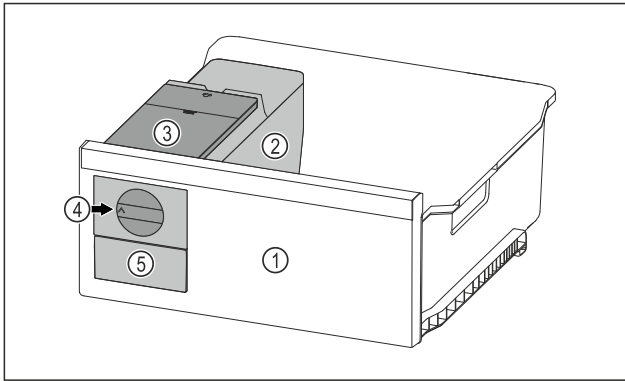

Fig. 70 Immagine a titolo di esempio
- ▶ Ruotare la manopola Fig. 70 (4) verso destra finché non si arresta.
▷ I cubetti di ghiaccio cadono dalla ciotola dei cubetti di ghiaccio nel cassetto dei cubetti di ghiaccio Fig. 70 (5). Se non tutti i cubetti di ghiaccio fuoriescono dalla ciotola dei cubetti di ghiaccio: